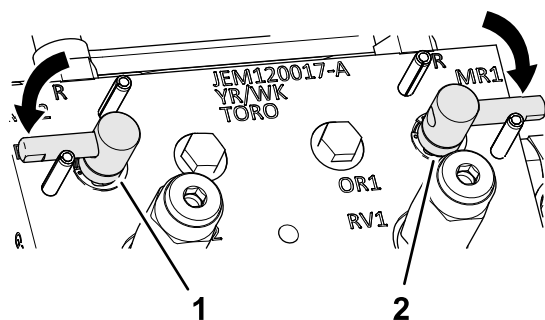

Рисунок 117
3. Установите рычаги заточки обратным вращением в положение F (скашивание) (Рисунок 117).